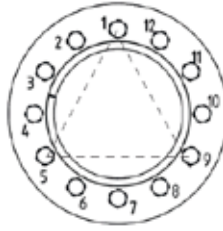

Fig. 5.10.4
- fermer légèrement un premier groupe de trois vis disposées à environ 120°, voir fig. 5.10.4;